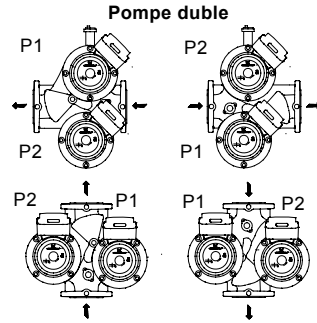

Fig. 6
**Notă:** Pompele duble montate în conducte orizontale trebuie cuplate cu un ventil de aerisire automat la partea superioară a carcasei, vezi fig. 6. Ventilul de aerisire nu este livrat împreună cu pompa.
Pozițiile posibile ale cutiei de borne pentru pompe duble sunt prezentate în fig. 6.